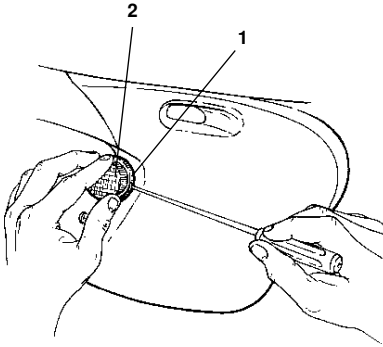

Fig. 47
- Mit einem Schraubenzieher die Haltezunge (1 - Fig. 47) aushebeln. Die Blinkerabdeckung (2) zusammen mit dem Parabolspiegel herausziehen.